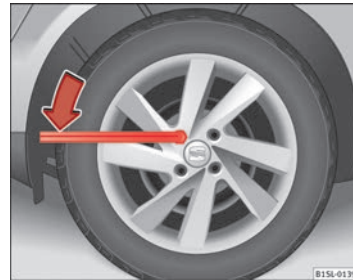

Abb. 141 Radwechsel: Radschrauben lockern.
- Radschlüssel bis zum Anschlag auf die Radschraube schieben ⇒ **Abb. 141**.